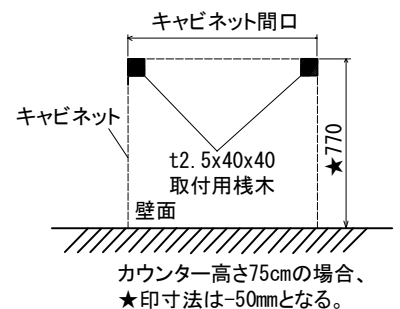

図7-2
- ③すべての引出を取り外してください。(取扱説明書P6参照)
- ④所定の位置にスペーサー(別途手配)を取付けてください。(図7-2)